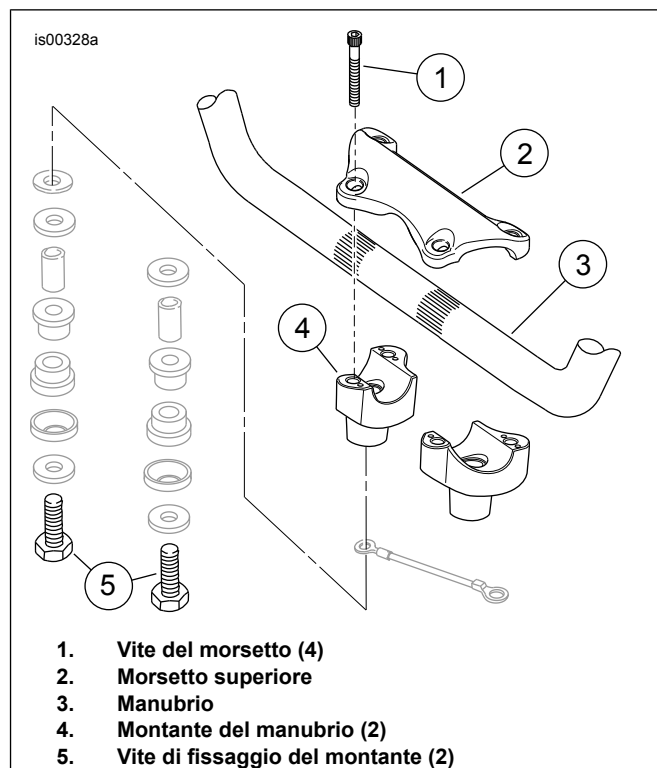

Figura 1. Morsetti e montanti del manubrio
20. Vedere Figura 1. Rimuovere le viti (1) che fissano il morsetto superiore del manubrio (2) ai montanti (4). Rimuovere il morsetto. Rimuovere il manubrio (3).